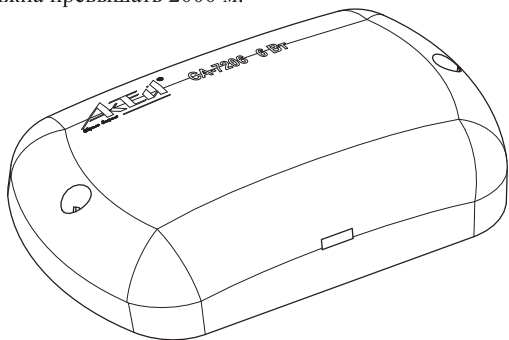

Рисунок 1. CA-7206. Внешний вид.
1.1. Изделие (рис. 1) предназначено для освещения лестничных клеток, коридоров, подвальных помещений, гаражей, мастерских, вспомогательных помещений, салонов пассажирского и грузового автомобильного, железнодорожного и водного транспорта.